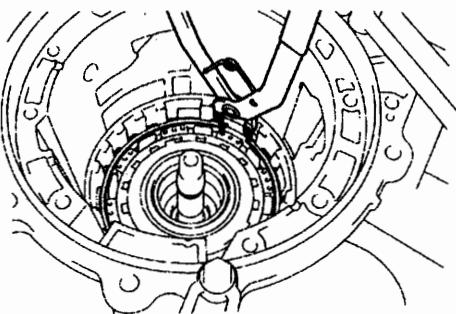

图 12-1-23
- (34) 如图 12-1-23 所示, 用 SST 拆下 2 号制动活塞孔卡环。